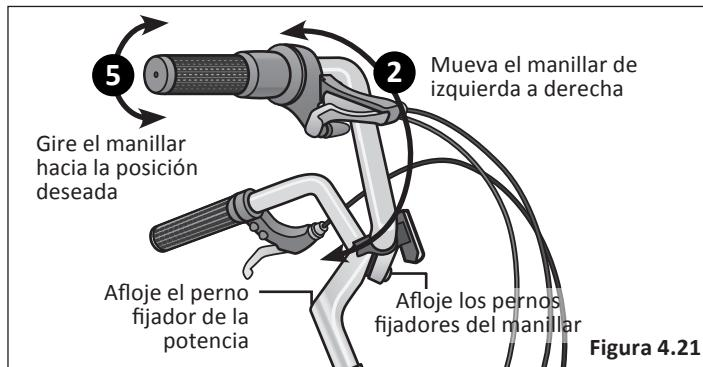

Figura 4.21
- Usando una llave Allen de 6 mm, afloje el perno fijador de la potencia y mueva el manillar a izquierda o derecha hasta que quede alineado con la rueda delantera. **Figura 4.21**
- Gire el manillar a la posición deseada. **Figura 4.21**